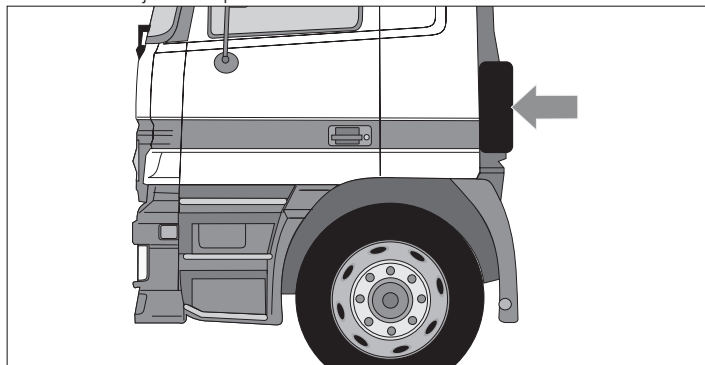

Fig. 3 Ejemplo de instalación
- Solamente se permite el montaje en el exterior de la carrocería del vehículo (p. ej., en la pared trasera de la cabina del conductor, véase la Fig. 3).